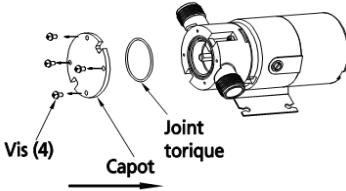

Figure 7 – Montage de la pompe
8. Installez l'anneau-o et la plaque (Voir Figure 7). Si la plaque est usée, inverser la tendance à la plaque de sorte que le côté non usé fait face à la turbine